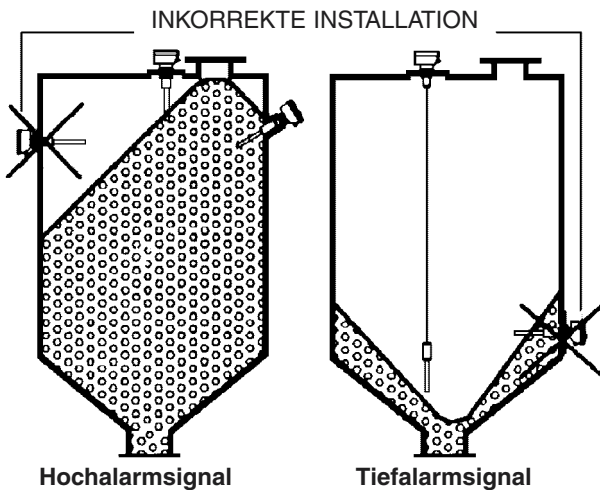

Abb. 1
1. Montieren Sie Solitel nur dort, wo Füllstandunterschiede gut meßbar sind und beachten Sie mögliche Schüttkegel oder Abzugstrichter (Berg und Tal). **Siehe Abb. 1.**
2. Montieren Sie Kompaktgeräte bei seitlichem Einbau immer unter einem steileren Winkel als der des möglichen Schüttkegels (oder für Hochalarm besser Senkrecht). Zu starke Ansatzbildung bei falscher Montage kann das Anschwingen und somit die Selbstreinigung des Sensors verhindern. **Siehe Abb. 1.**